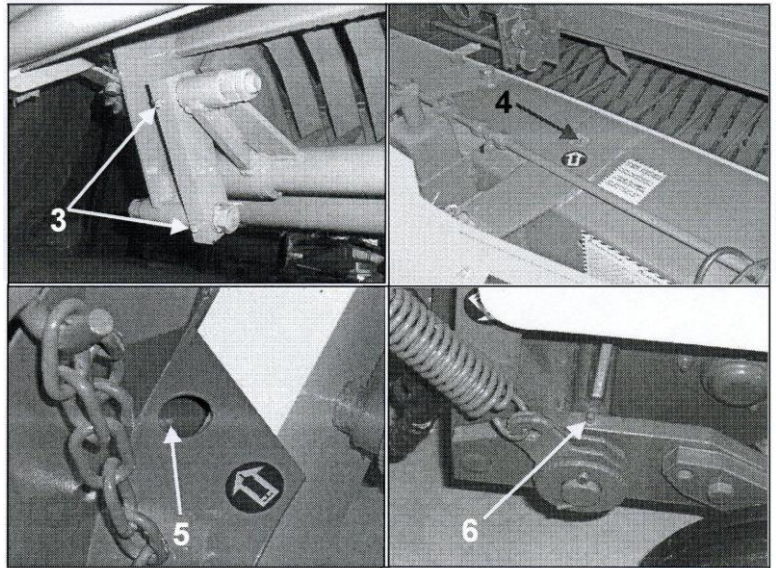

Abb. 13
3. Schmierstelle 3, Abb. 13, für die Verbindungsstange der Packvorrichtung, einmal am Tag zu schmieren. Das obige ist natürlich nicht zutreffend, falls sich an Position 3, Abb. 13 zwei gekapselte Lager befinden.
4. Schmierstelle 4, Abb. 13, für den Kettenvorder-Verbindungsblock, alle 10 Arbeitsstunden zu schmieren;
5. Schmierstelle 5, Abb. 13, für die Aufsammler-Nocken, alle 40 Arbeitsstunden zu schmieren;
6. Schmierstelle 6, Abb. 13, für den Hebel des Aufsammlerrades, rechts und links. Alle 40 Arbeitsstunden zu schmieren.